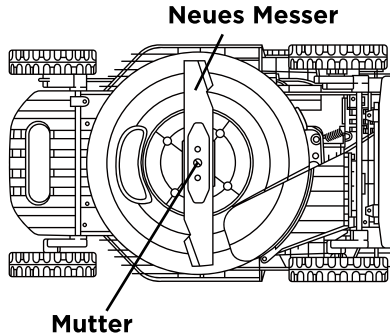

Abb. 12
- e. Setzen Sie das neue Messer an der gleichen Stelle ein und befestigen Sie es mit der Originalmutter (Abb. 12).